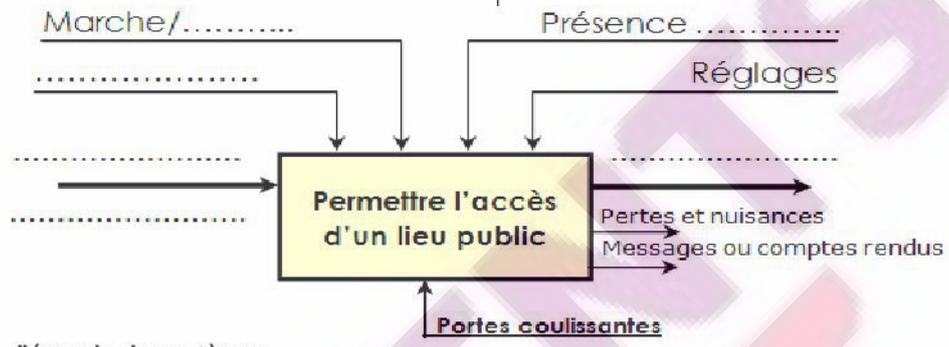

Figure 3
- 3.1- **Compléter** alors cet actigramme de la figure 3 de la page suivante.